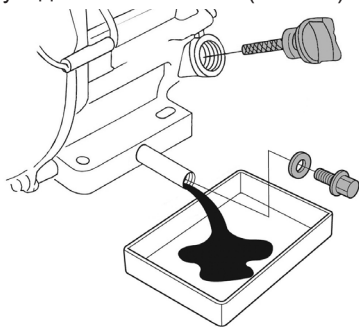

Рис. 37 Замена масла в двигателе
(1) Техническое обслуживание должно осуществляться более часто, при работе в пыльных условиях.
(2) Данный вид работ необходимо выполнять в авторизованном сервисном центре.
6. Удерживая одним ключом трубку-удлиннитель от проворачивания открутите пробку для слива масла и слейте отработанное масло в подготовленную для этого емкость (Рис. 37).